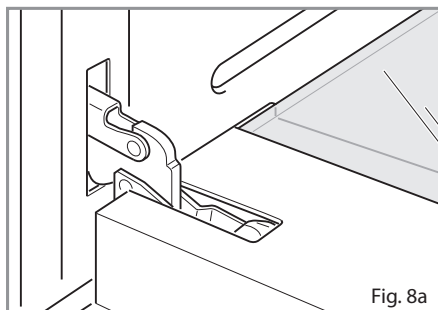

Fig. 8a
- Open the door to the full extent (fig. 8a).